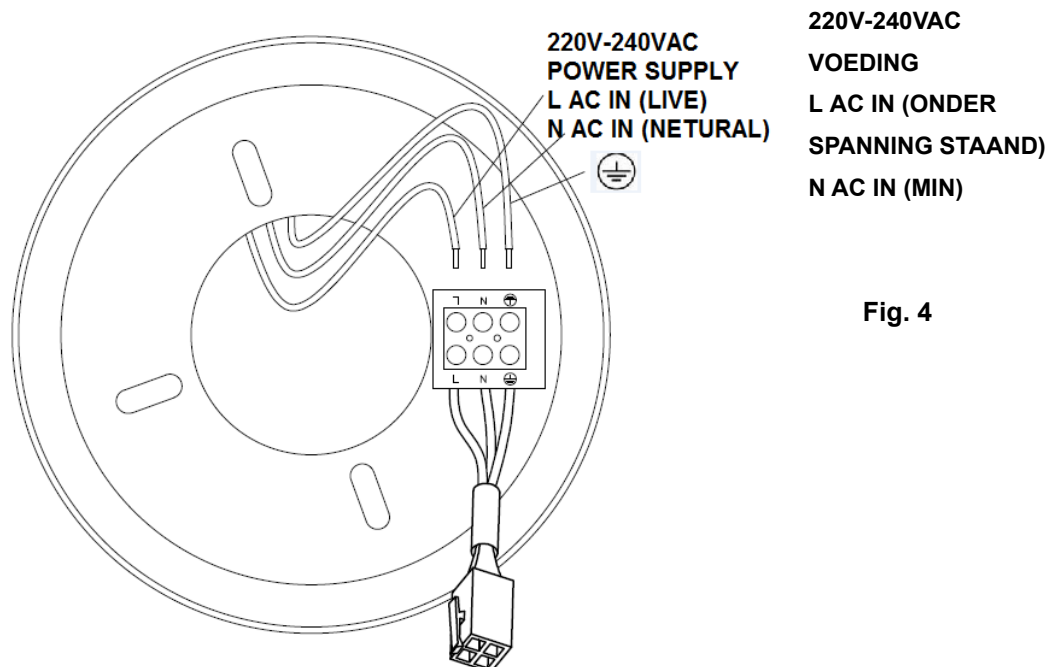

Fig. 4
- Gebruik het bedradingschema hieronder om de ventilator verder aan te sluiten (Figure. 4).
VOORBEREIDING EN AANSLUITING VAN DE STROOMDRADEN --- BEDRADINGSSHEMA (Fig. 4)